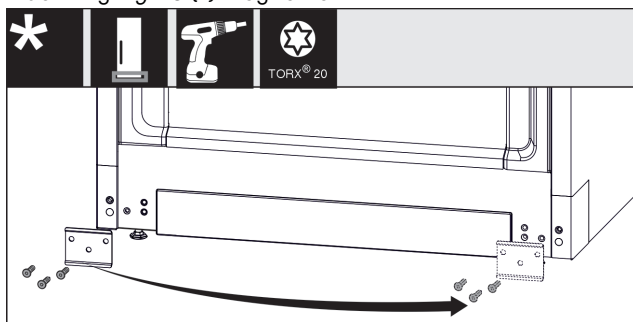

Fig. 19
- ▶ Plaat Fig. 19 (1) losschroeven, op de andere zijde plaatsen en weer vastschroeven.